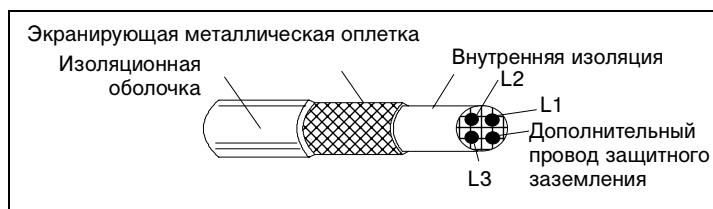

Рис. 8 Эффективное экранирование кабеля электродвигателя (например, кабели Ölflex-Servo-FD 780 CP, Lappkabel или MCCMK, NK).
Общим правилом эффективности экранирования кабеля является следующее: чем лучше и плотнее экран кабеля, тем ниже уровень излучаемых помех. Пример эффективной конструкции кабеля показан на Рис. 8..
* Требуется эффективное экранирование кабеля двигателя в соответствии с Рис. 8.
Для ACS 101-4K1-1 и ACS 103-4K1-1 требуется кабель, изображенный на Рис. 8.
При наличии входного фильтра ACS100-FLT-C или ACS140-FLT-C кондуктивные помехи не выходят за допустимые пределы для класса неограниченного распределения в первой окружающей среде, установленные стандартом EN 61800-3 (EN 50081-1), при условии что кабель электродвигателя имеет эффективный экран (см. Рис. 8) и длина кабеля не превышает 30 м.
Длина кабеля электродвигателя не должна превышать значений, указанных в Таблица 5, при этом кабель должен иметь эффективный экран, показанный на Рис. 8. Со стороны электродвигателя экран кабеля должен иметь 360-градусное заземление с помощью кабельной муфты ЭМС (например, экранированной кабельной муфты Zemtrex SCG).